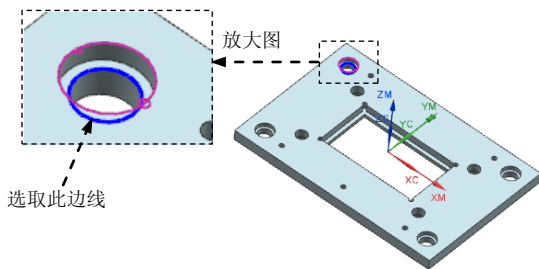

图 11.41 定义参照边线 2
Step4. 在绘图区域选取图 11.41 所示的边线, 然后单击 **创建下一个边界** 按钮。